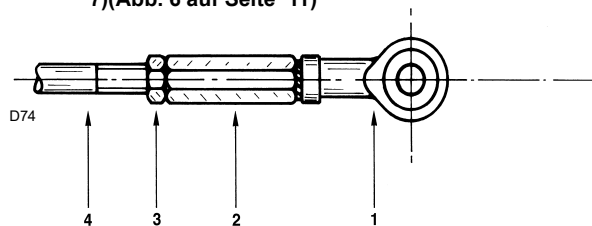

Abb. 25
Betreffen den Scheibe (Abb. 26) der Gasdrossel, die Zugstange (Abb. 25), die den Scheibe (Abb. 26) steuert und die Zugstange 7)(Abb. 27), die Luftklappe steuert.
- Der Brenner wird werksseitig auf eine Verhältnis zwischen der MIN und MAX-Leistung von 1:3 - 1:4 eingestellt. Das Gelenk 1)(Abb. 25), das den Scheibe (Abb. 26) der Gasdrossel steuert, ist auf 90° ausgerichtet. In dieser Weise nimmt die Gasdrossel einen 90°-Winkel ein, wenn der Nocken 2)(Abb. 27) sich über den gesamten
Winkel 130° (A) (Abb. 28) bewegt. Resultiert das MIN-/MAX-Verhältnis ungefähr 1:2, muss das Gelenk 1)(Abb. 25) bei ausgeschaltetem Brenner von der 90° auf die 60°(Abb. 26) Bohrung verstellt werden. In diesem Fall hinterlegt die Gasdrossel einen 60°-Winkel, wenn der Nocken 2)(Abb. 27) sich über den gesamten Winkel 130° (B) (Abb. 28) bewegt. Am Scheibe (Abb. 26) sind zwei weitere Bohrungen, 75° und 45° vorhanden, die in besonderen Fällen nützlich sind, wenn der Betriebswinkel der Drossel bei einem höheren vor ihr anliegenden Gasdruck reduziert werden soll.
- Ist das Verhältnis 1-2 im Bereich der höheren Leistungen (z. B. 40-80 % der MAX. Brennerleistung) muss nicht nur das Gelenk von 90 auf 60° verstellt, sondern auch die Zugstange (Abb. 25) gekürzt werden, dazu muss der Betriebswinkel der Gasdrossel so verdreht werden, dass die maximale Öffnung 90° beträgt:
- Hängen Sie das Gelenk 1)(Abb. 25 auf Seite 29) aus dem Scheibe (Abb. 26 auf Seite 29) aus.
- Lockern Sie die Mutter 3)(Abb. 25 auf Seite 29).
- Hängen Sie das Gelenk 1)(Abb. 25 auf Seite 29) wieder in den Scheibe (Abb. 26) ein.
- Die Zugstange 4)(Abb. 25 auf Seite 29) der Gasdrossel verlängern, um so den Durchsatz zu verringern, zum Erhöhen die Zugstange verkürzen.
- Hängen Sie das Gelenk 1)(Abb. 25) aus dem Scheibe (Abb. 26 auf Seite 29) aus.
- Lockern Sie die Mutter 3)(Abb. 25).